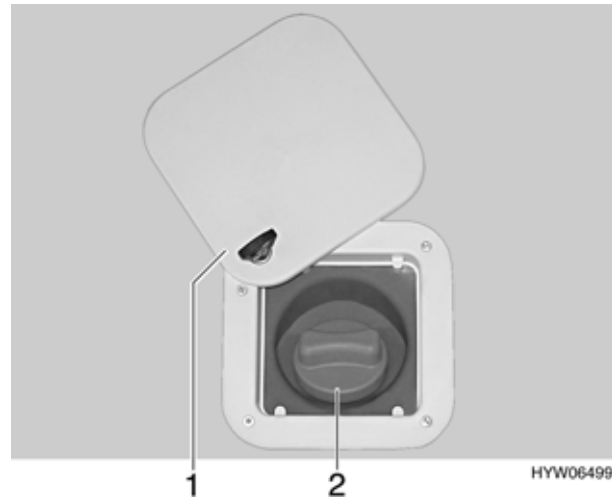
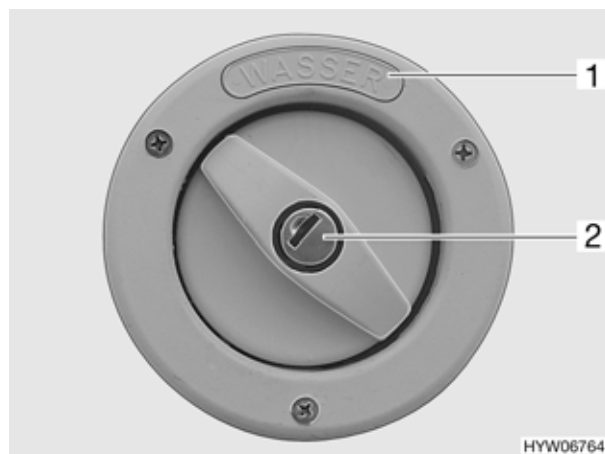

Bild 131 Verschlussdeckel für Frischwasser-Einfüllstutzen (Variante 1)
Bild 132 Verschlussdeckel für Frischwasser-Einfüllstutzen (Variante 2)
- Klappenschloss öffnen und Außenklappe (Bild 131,1) nach oben schwenken (siehe Kapitel 5).
- Blauen Verschlussdeckel (Bild 131,2) eine viertel Umdrehung entgegen dem Uhrzeigersinn drehen.
Der Frischwasser-Einfüllstutzen ist durch den Schriftzug "Wasser" (Bild 132,1) gekennzeichnet.
- Schlüssel in Schließzylinder (Bild 132,2) stecken und entgegen dem Uhrzeigersinn drehen.
- Schlüssel in Schließzylinder (Bild 132,2) stecken und im Uhrzeigersinn drehen.
- Frischwasser-Einfüllstutzen (Bild 131 oder Bild 132) außen am Reisemobil öffnen.